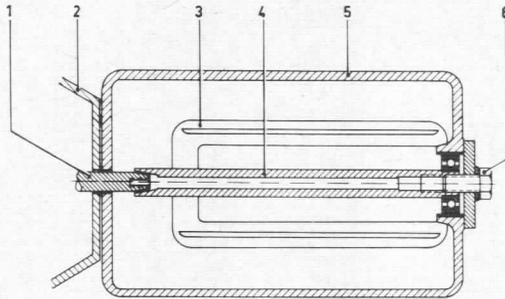

Bild 8
1.5.2 Kupplung 02 ( Bild 8 ).
Im Gegensatz zu den sonst üblichen elastischen Kupplungen sind hier der Motor ( Bild 8, Pos. 2 ) und Generator ( Bild 8, Pos. 5 ) durch eine Ankerachse ( Steckachse ) ( Bild 8, Pos. 4 ) verbunden.